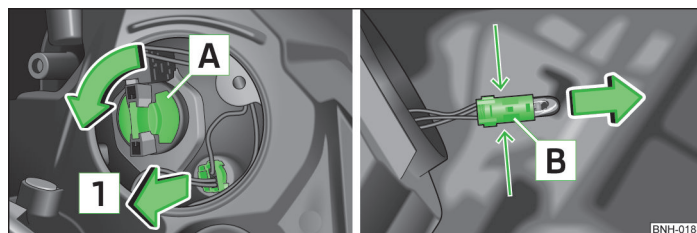

Fig. 170 Becuri pentru faza lungă, lumina de drum, de zi și de poziție
- Rotiți soclul **A** » fig. 170 până la limita în sensul săgeții și scoateți-l.
- Scoateți soclul împreună cu becul, prin mișcări pendulatorii, în sensul săgeții **1** » fig. 170.